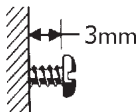

Figura 2
- Fissare la vite da 32mm fornita in dotazione nella parete lasciando sporgere la testa di 3 mm dal muro. (Figura 2.)